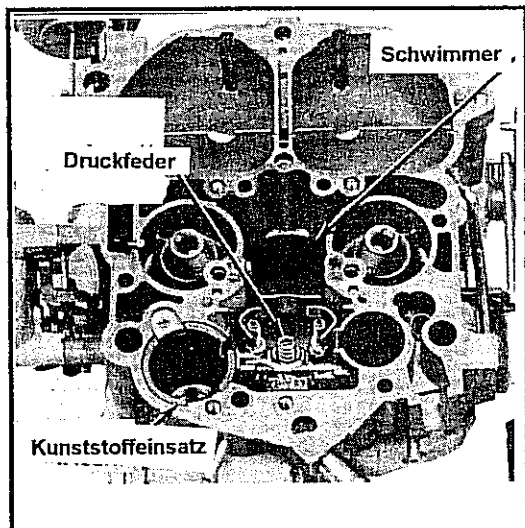

Abb. 2-92 Druckfeder an Einstellschraube des Magnetventils
- Druckfeder der Einstellschraube des Magnetventils entfernen. Die Feder befindet sich neben dem Lagerstift des Schwenkbügels am Schwimmer. Siehe Abb. 2-92.